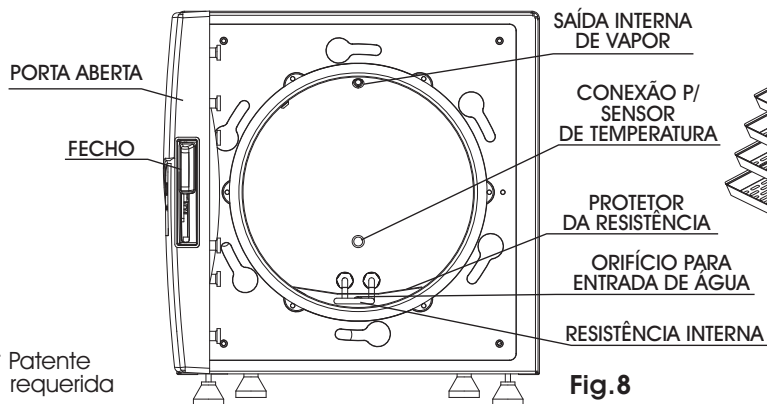

Fig.8
- 11► **SAÍDA INTERNA DE VAPOR** - Orifício localizado na parede posterior superior da câmara (Fig. 8). Serve como conduto para o vapor até a válvula solenóide. Deve ser inspecionada **diariamente** e permanecer livre de obstruções.
- 12► **ENTRADA DE ÁGUA** - Localizada na parte posterior da autoclave (Fig.1, pág. 8 e Fig.8 abaixo). É através dessa conexão que o reservatório de abastecimento fornece a quantidade necessária de água (aproximadamente 1 litro) no início de cada ciclo. Consulte "Instruções de Instalação" tópico "Instalação Hidráulica" (Pág. 8).
- 18► **RESISTÊNCIA** - Resistência elétrica responsável pelo aquecimento da câmara (Fig. 8, pág.11);
- 19► **PROTECTOR DA RESISTÊNCIA** - Capa em alumínio, sua função é isolar a resistência do conteúdo da câmara (Fig. 8, pág.11);